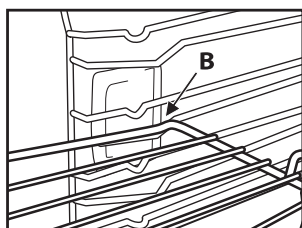

Fig. 2
2. Houd het rooster schuin op de blokkeerpositie "B" (Fig. 2).